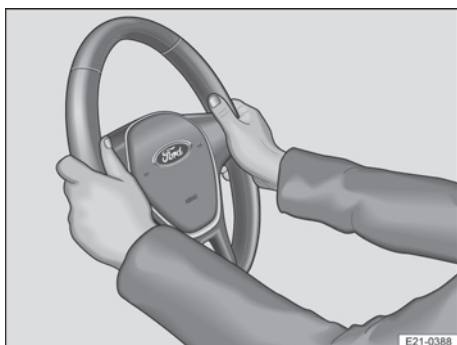

Fig. 62 Sur le volant : positions 9 h et 3 h
2. Réglez le volant de manière à pouvoir le tenir en plaçant vos deux mains à la périphérie (positions 9 h et 3 h) → fig. 62, les bras étant légèrement fléchis.